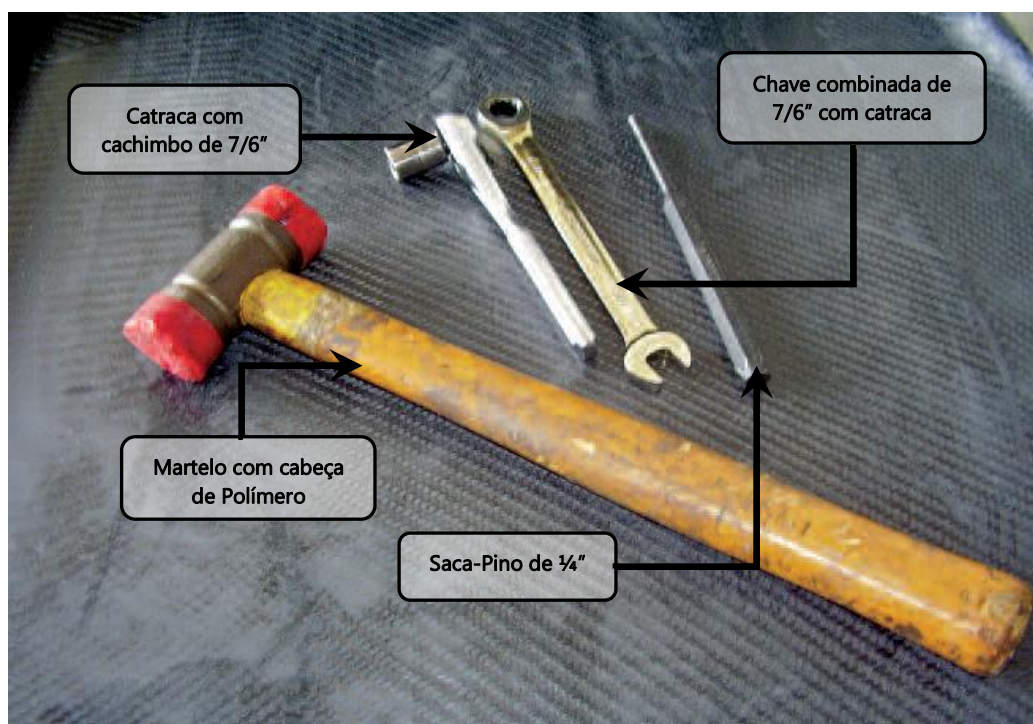
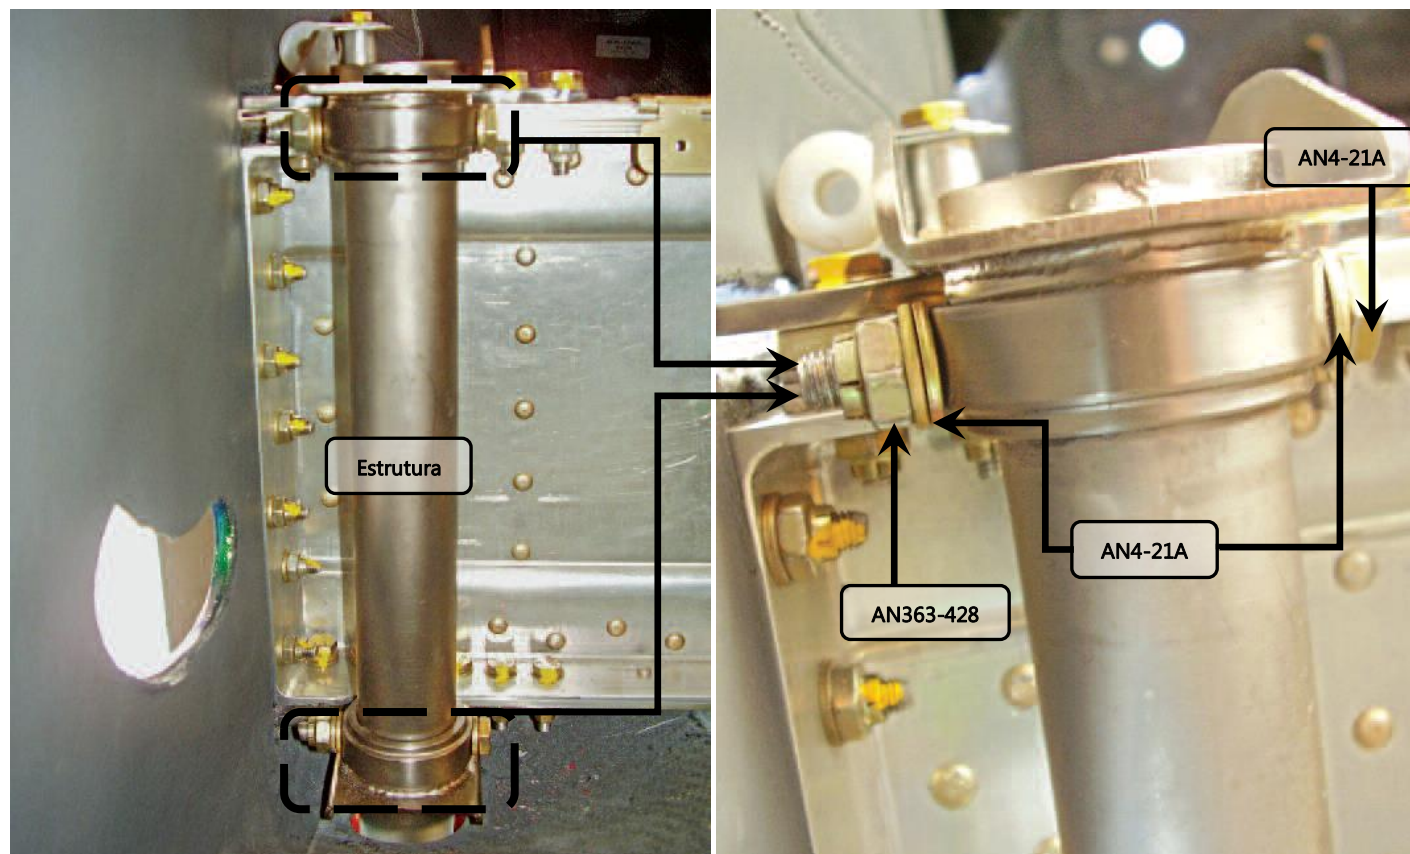

Figura 32.10.3 – Ferramentas Recomendadas
Figura 32.10.8 – Instalação dos parafusos da estrutura
As ferramentas recomendadas são mostradas na figura 32.10.3. Utiliza-se também um torquímetro de 10-3/4"□1/4" com faixa de 0 - 200 lb.in.
6. Instalar o parafuso AN4-21A, que atravessa e fixa a estrutura do trem de pouso ao suporte superior da secção central, conforme figura 32.10.8. Utilizar uma chave combinada de 7/16", com catraca e uma catraca com cachimbo de 7/16", como mostrado nas ferramentas recomendadas da figura 32.10.3
7. Instalar o parafuso AN4-21A inferior que atravessa e fixa a estrutura do trem de pouso ao suporte inferior da secção central, ver figura 32.10.8;